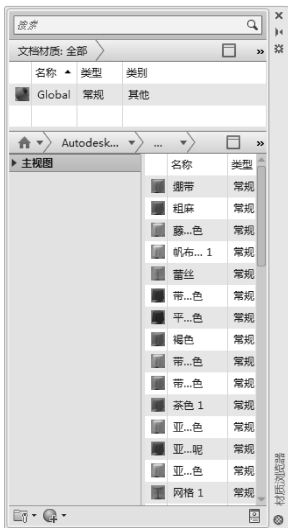

图 13-69 “材质浏览器”选项板
(1) 选择菜单栏中的“视图”→“渲染”→“材质浏览器”命令, 打开“材质浏览器”选项板, 如图 13-69 所示。